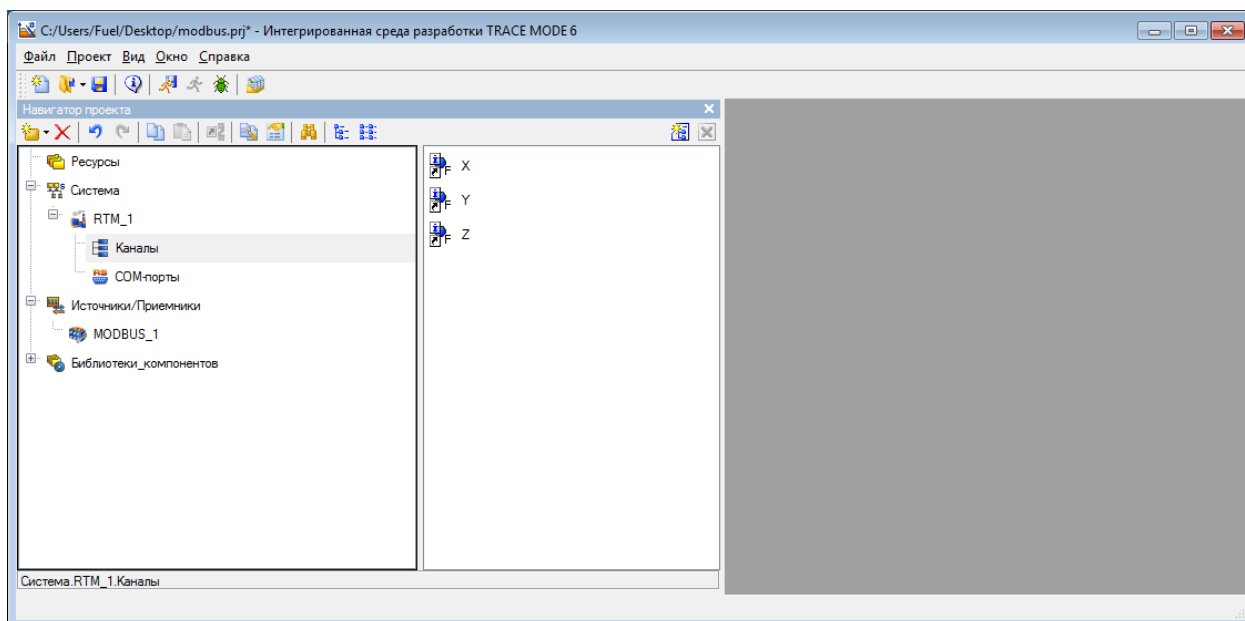

Рисунок 34.
- 2) Три созданных компонента перемещаем в группу «Каналы» узла «RTM_1» (см. Рисунок 34)